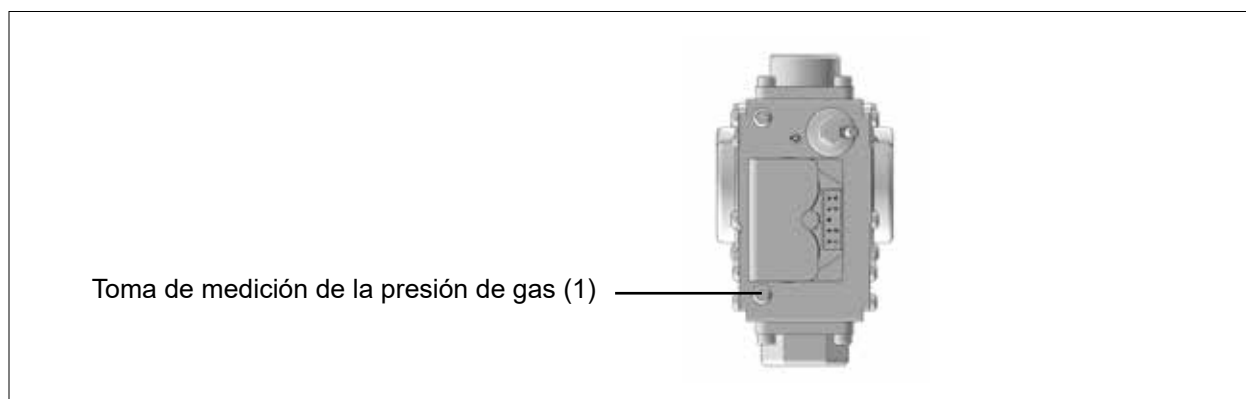

Fig. 6.2 Toma de medición de la presión de gas
- ▶ Aflojar el tornillo de cierre de la toma de medición (1) (Fig. 6.2) y purgar el conducto de entrada de gas.
- ▶ Conectar el presostato diferencial o el manómetro de tubo a la toma de medición (1) en U a "+". Con "-" contra atmósfera.